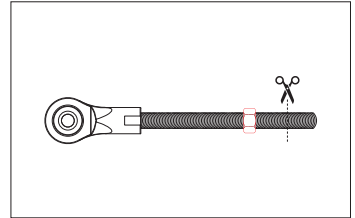

Abb. 12: Markierung Schnittpunkt
4. Sollten sie keinen Gewindeschneider zum Entgraten der Gewindestange zur Verfügung haben, schrauben Sie vor dem Schneiden der Stange eine Mutter auf die Gewindestange. Verwenden Sie die Mutter zum Entgraten des Stangenendes (Abb. 12).